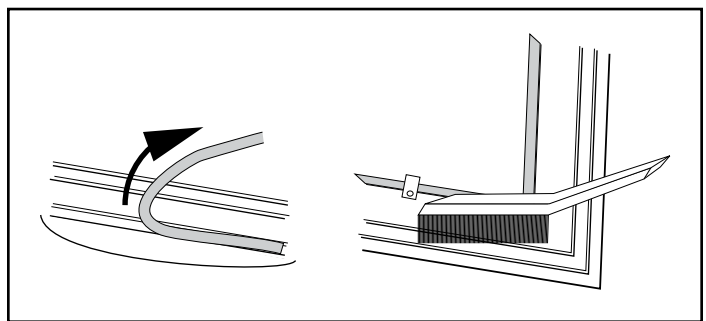

Figure 3.4 - Enlever le joint et nettoyer la rainure à l'aide d'une brosse métallique.
1. Pour enlever le joint existant, saisissez-le par une extrémité et tirez fermement (figure 3.4).
- Utilisez une brosse métallique ou la pointe d'un tournevis pour nettoyer la rainure et enlever les résidus de ciment et de joint. Enlevez les dépôts tenaces de ciment à l'aide d'un ciseau si nécessaire, Figure 3.4.